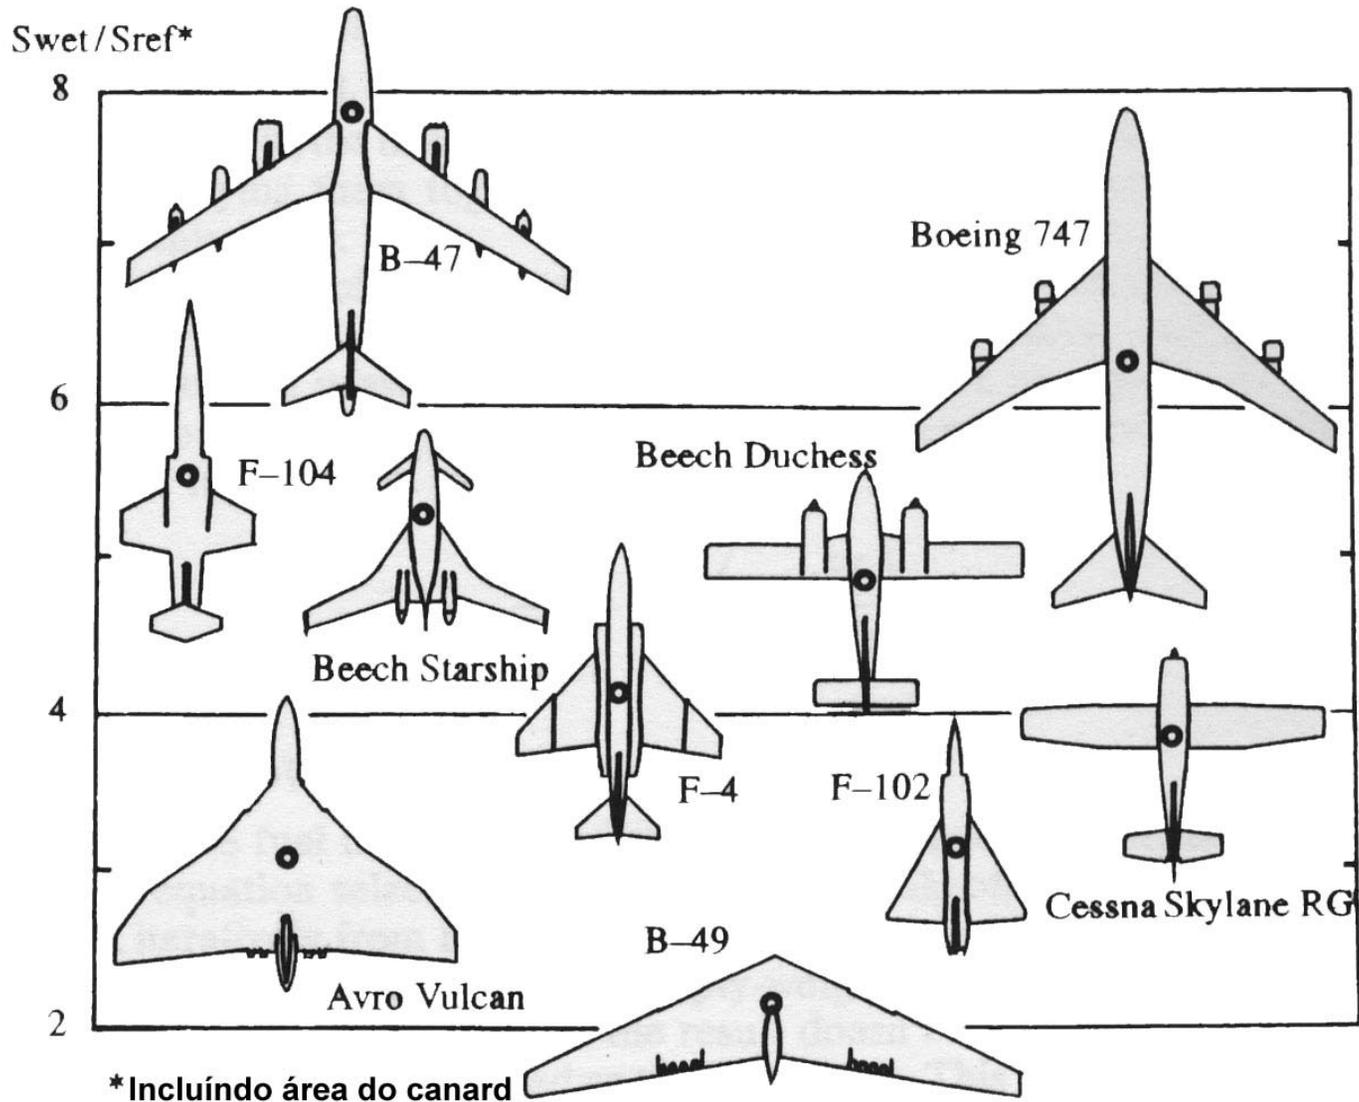

Figura 2
- $S_{\text{wet}}/S = 4$ (figura 2);